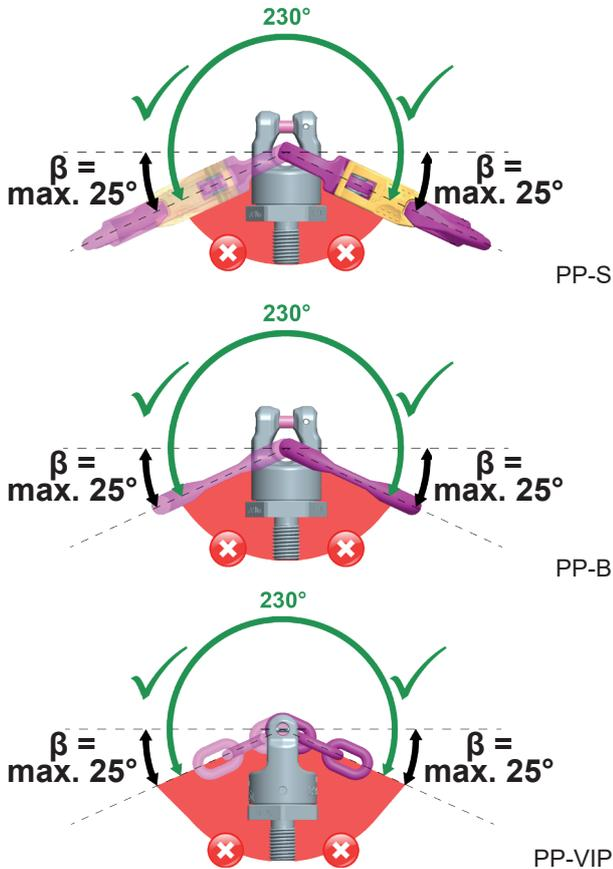

Fig. 5: Area di rotazione/area di carico  $\beta = \text{max. } 25^\circ$  di angolo negativo.
- La campanella/il gancio/la catena VIP dei PP, durante l'uso, possono inclinarsi di 230° (vedi Fig. 5). Per garantire la portata e il funzionamento (consulta la Tabella 4), quando il punto di sollevamento è fissato lateralmente al carico l'angolo negativo di inclinazione della campanella/gancio/catena VIP non deve superare i 25° (vedi Fig. 5).